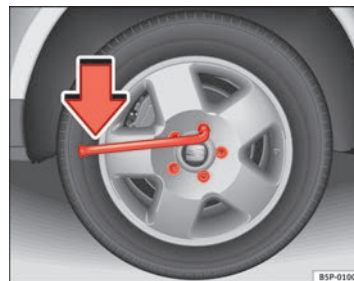

Fig. 196 Cambio de rueda: Aflojar los tornillos de la rueda
- Agarre la llave por el **extremo** y gírela aproximadamente **una** vuelta hacia la **izquierda** ⇒ fig. 196 (flecha).